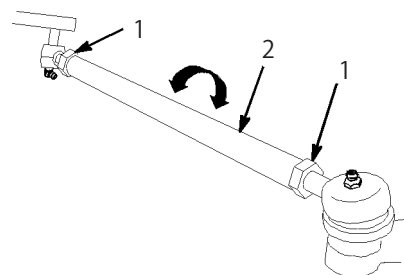

図39
3. 前後の測定値が適正值から外れている時には (適正值はこの項の一番最初に示されている)、タイロッド両側のジャムナットをゆるめる (図39)。